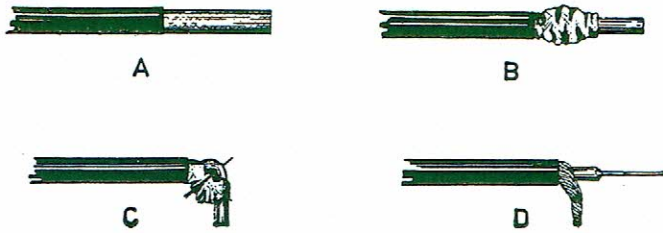

fig. 7
1. Knip de buitenste plastic kous op 2 cm van het kabeluiteinde af (fig. 7 A)
2. Duw de metalen vlechting (afscherming die omheen de centrale geleider zit) achteruit (fig. 7 B)
3. Open de mazen van de vlechting en plooi deze op 90° zodat de centrale geleider volledig vrij komt (fig. 7 C)
4. Steek een metalen punt onder de isolatie van de centrale geleider en maak deze uit de afscherming vrij door de mazen van deze laatste te openen (fig. 7 C)
5. Maak de centrale geleider bloot over een lengte van ongeveer een halve cm. Verleng het holle gedeelte van de afscherming vrij en vertint er het uiteinde van gebruik makend van een tang dienst doende als thermische shunt tussen de soldeerbout en de afgeschermd kabel (fig. 7 D).